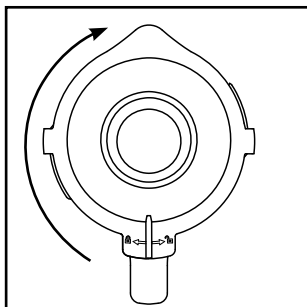

Fig. 2
- 4) Premere saldamente di nuovo il coperchio ② sull'inserto mixer ③ in modo sfalsato. Chiudere il coperchio ②, ruotandolo in senso orario nella posizione  fino a percepirne l'innesto (vedere Fig. 2). Verificare che il beccuccio dell'inserto mixer ③ sia chiuso. Il motore può avviarsi solo quando il coperchio ② è posizionato a filo.